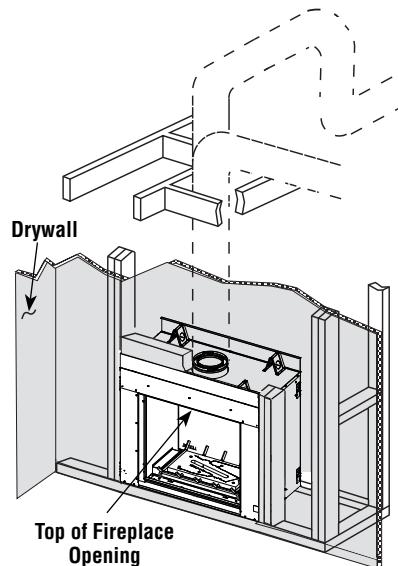

Figure 2 - Typical Installation/Locations
CAUTION: Due to high temperatures, the appliance should be located out of traffic and away from furniture and draperies (Figure 2).
AVERTISSEMENT : En raison des températures élevées, l'appareil devrait être installé dans un endroit où il y a peu de circulation et loin du mobilier et des tentures (Figure 2).
- In addition, when the unit is recessed, the side walls surrounding the unit must not extend beyond the front edge of the unit (see **Figure 2 on Page 7**).